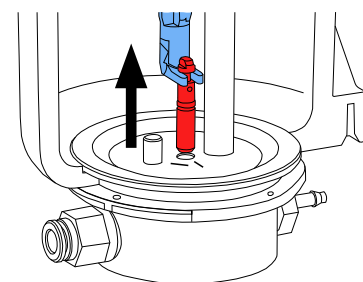

図 13
- ⇒ 流入ノズルを工具でしっかりと保持して、上に引っ張って下さい（図 13）。